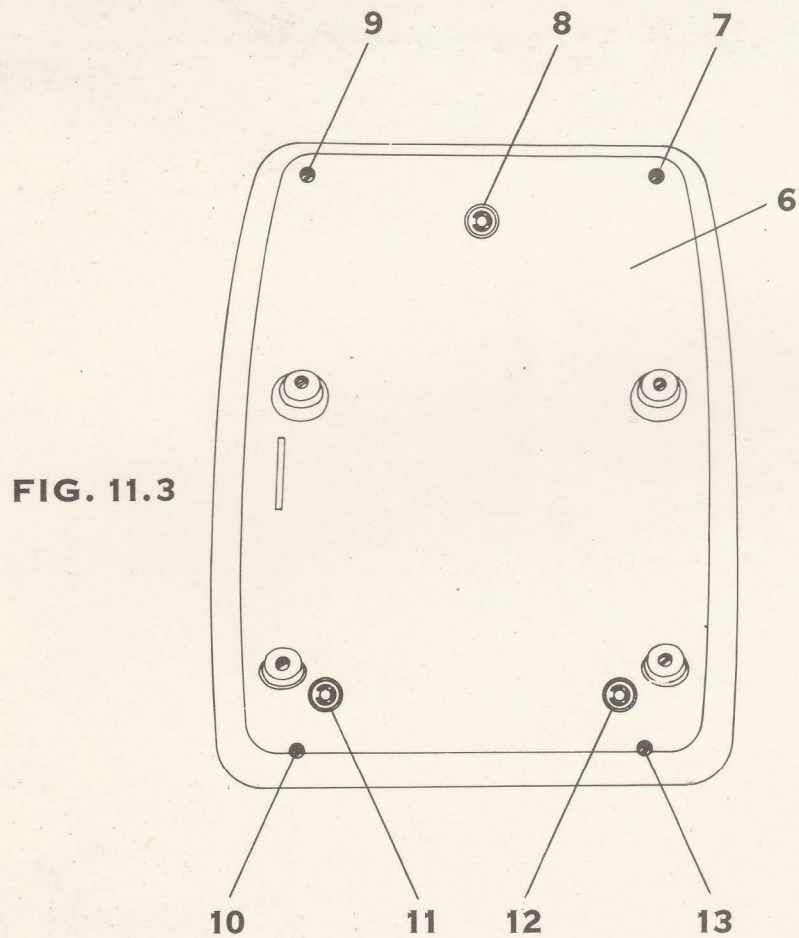

FIG. 11.3
Die 4 Schrauben Z4 (pos. 7-9-10-13) an den Ecken des Unterteils des Gehäuses (E11-10) (pos. 6) entfernen. Siehe Fig. 11.3.
Die 3 Verschlössringe Z9 (pos. 8-11-12) — siehe Fig. 11.3 — an der Aussenseite des Gehäuseunterteils (pos. 6) entfernen, wonach das äussere Gestell E1 herausgenommen werden kann.